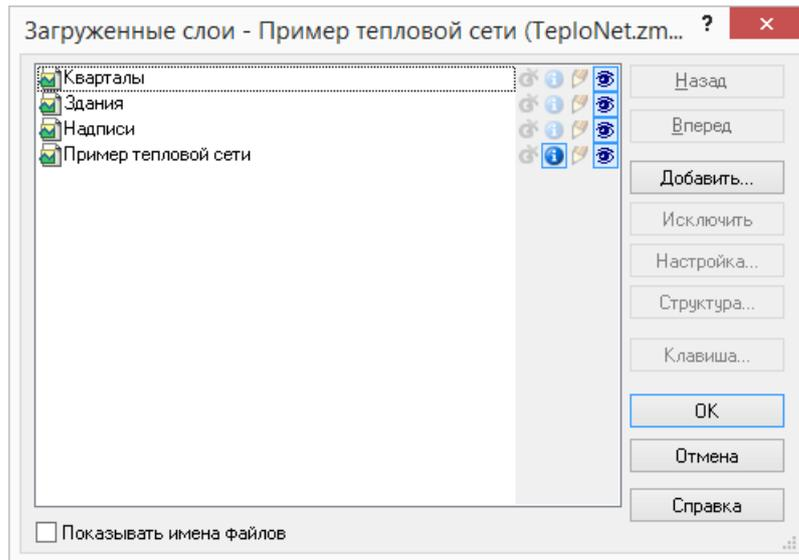

Рисунок 10.3. Окно выбора слоя
3. Нажмите кнопку Слой..., выберите слой рассчитываемой тепловой сети в открывшемся диалоге (см. Рисунок 10.3, «Окно выбора слоя») и нажмите кнопку ОК чтобы подтвердить выбор и закрыть диалог;